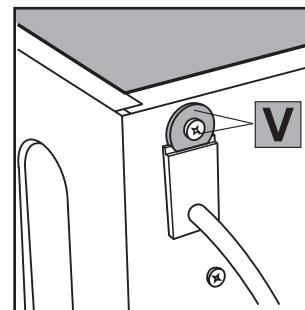

Fig. 15
- Tire o parafuso e a anilha V [fig. 15], que servem para prender o passa cabo.